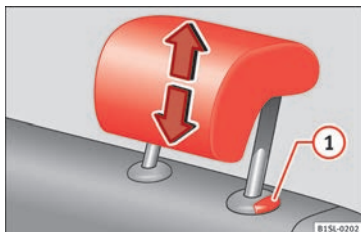

Fig. 54 Smontaggio del poggiatesta posteriore
- Estrarre il poggiatesta completamente tenendo premuto il tasto » **fig. 54 ①**.